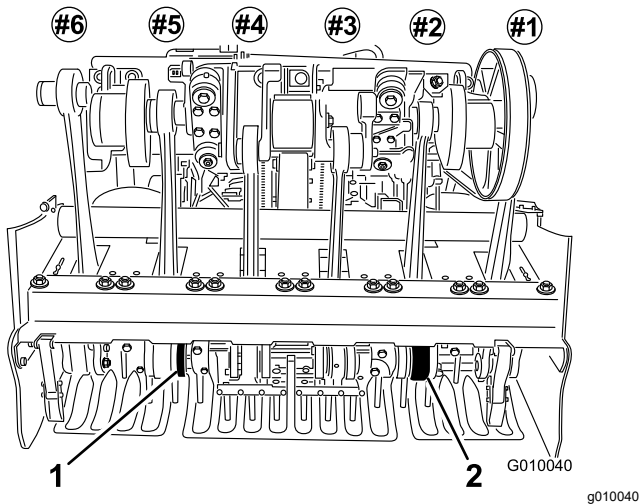

Figura 27
6. Instale taladros en los portataladros N° 2 y N° 5 (Figura 27). Apriete los pernos.